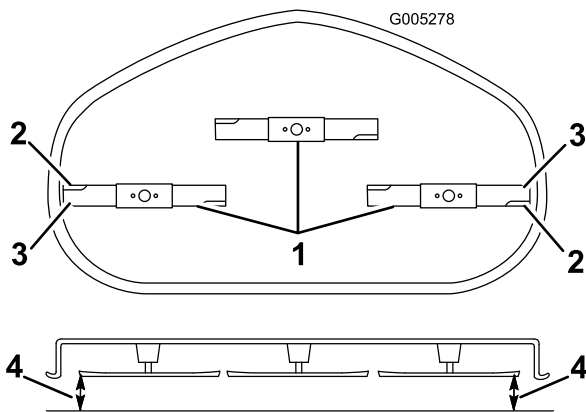

Figure 52
4. Faites pivoter les lames avec précaution pour qu'elles soient toutes parallèles (Figure 52).
5. Mesurez la distance entre les tranchants extérieurs et le sol plat (Figure 52). Si les deux mesures diffèrent